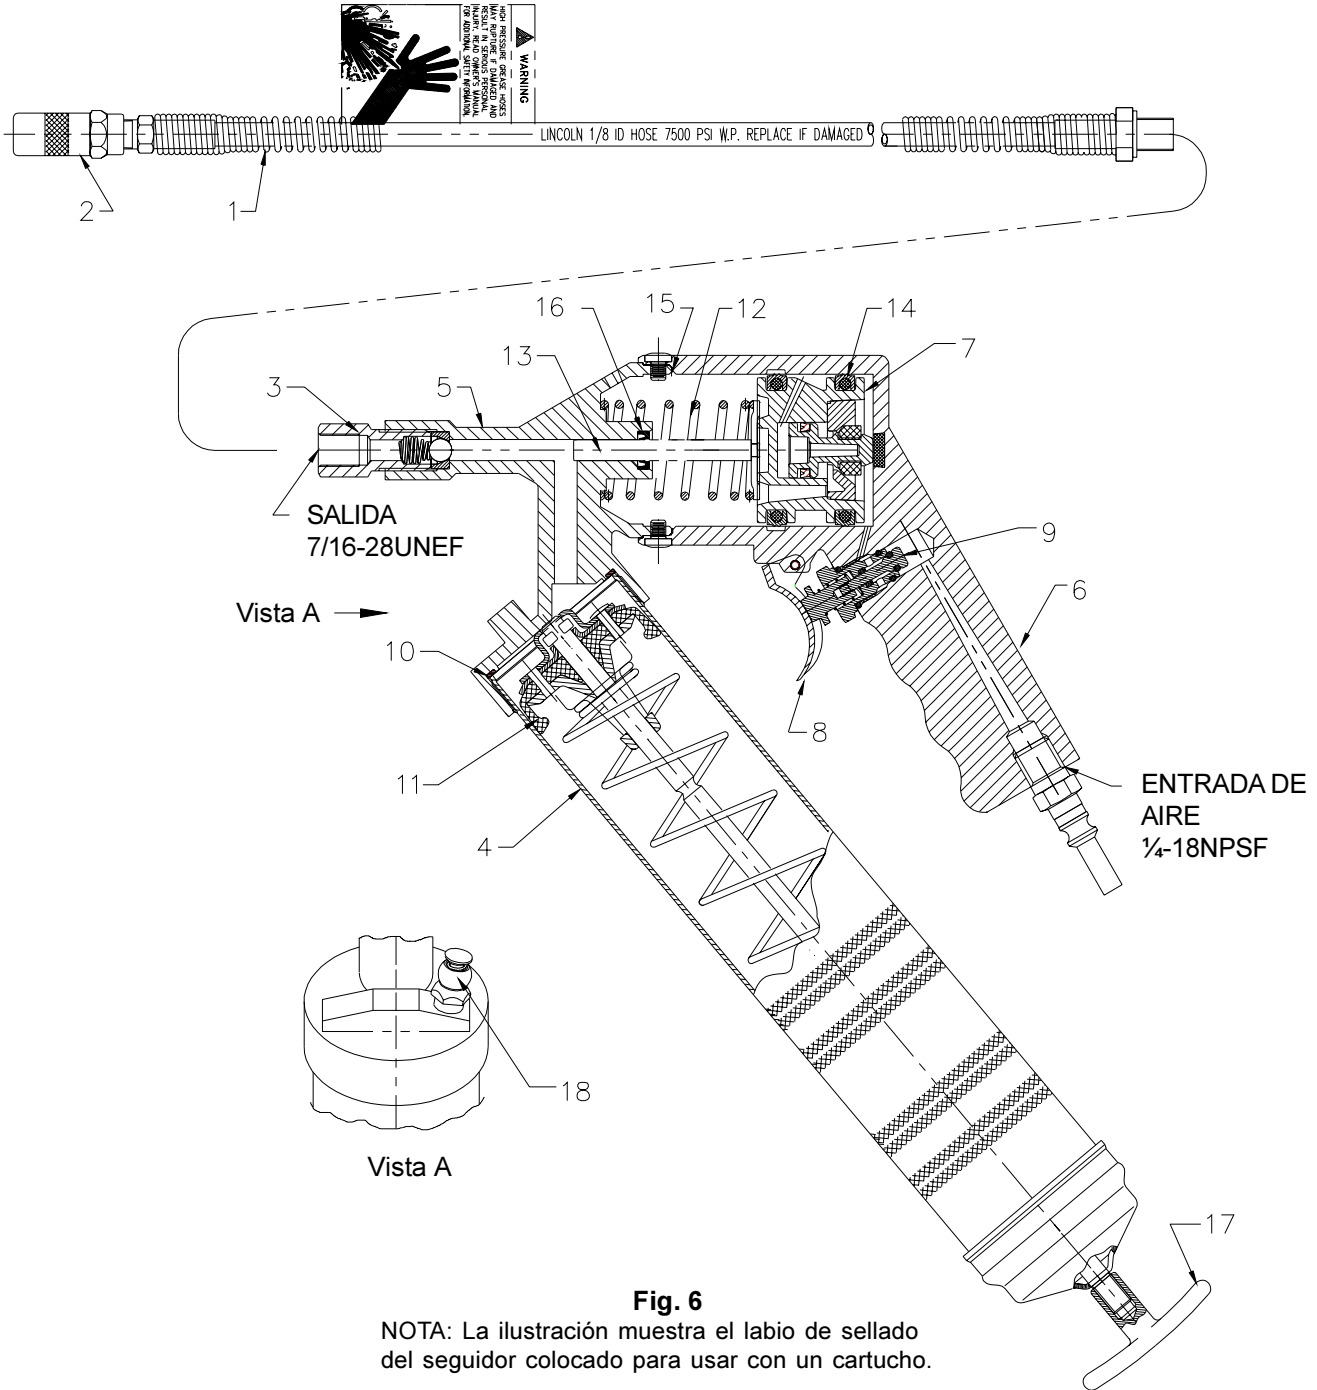

Fig. 6
Para cebar, opere el engrasador hasta que salga la grasa de la manguera. Use la válvula de descarga (18) (Fig. 6) para eliminar las bolsas de aire. Si el cebado no puede realizarse después de 10 a 15 segundos de operación de la pistola, desconecte la manguera de extensión o conexión rígida y opere la pistola hasta que la grasa fluya por la salida. El engrasador puede calarse si el cojinete, conexión o tubo de lubricación está bloqueado. Corrija esto antes de seguir lubricando con el engrasador.
- 1) Retire la varilla del seguidor de la tapa del conjunto de tubo de engrase y engánchelo con el seguidor girando la palanca del seguidor. Ejercer fuerza en la palanca del seguidor mientras sujeta la válvula de descarga (18) (vea la Fig. 6).